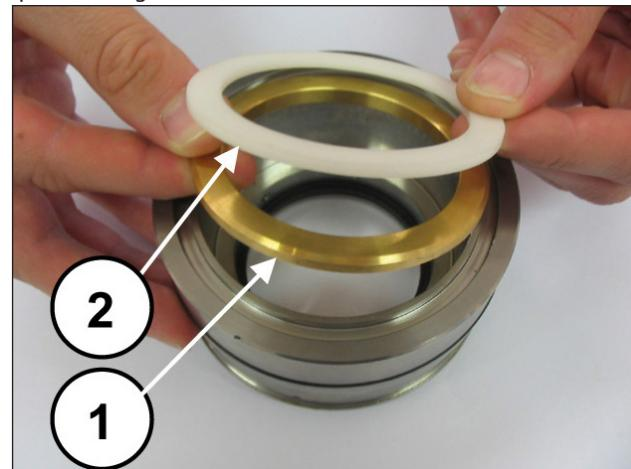
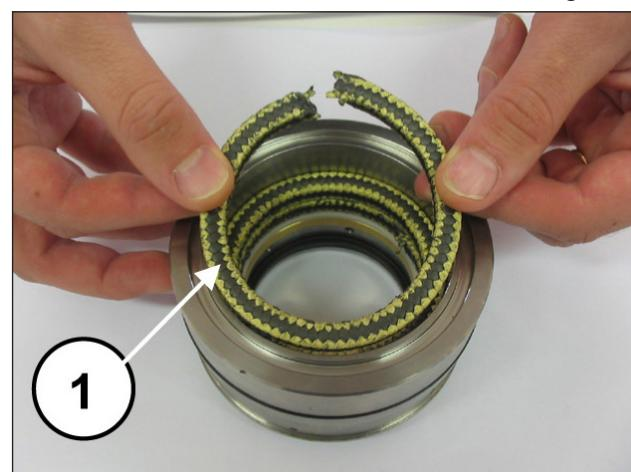

Fig. 165
Fig. 166
Monte o anel de suporte e o anel de anti-extrusão (pos. ①②, Fig. 165), e as três embalagens, prestando atenção para que os entalhes estejam localizados a 120° de um para outro (pos. ①, Fig. 166), o anel raspador da embalagem e o anel para mola (pos. ①②, Fig. 167).